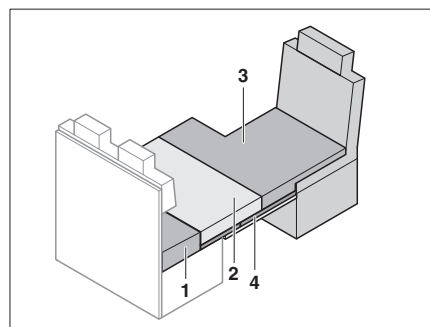

Fig. 195 Después de la transformación
- Poner el cojín adicional (Fig. 195,3) sobre el asiento del conductor.
- Poner el cojín del asiento (Fig. 195,2) en el apoyo de cama de reserva.